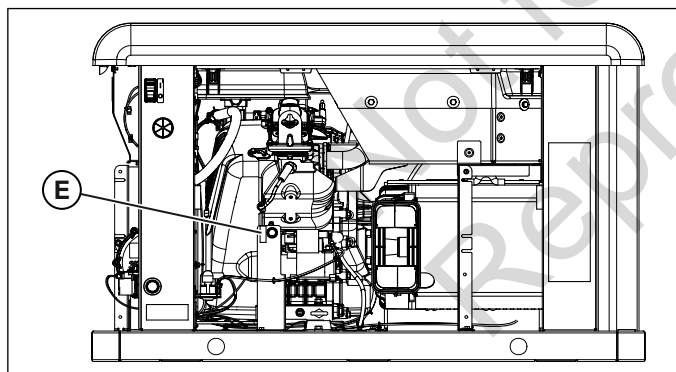

Figura 13
10. Encuentre el interruptor selector de combustible (E) en el compartimiento del motor. Consulte la Figura 13.